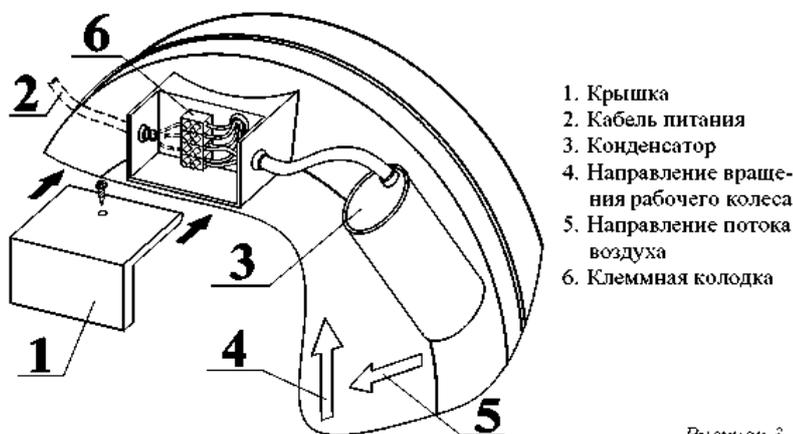

Рисунок 3
- и) кратковременным включением двигателя проверить соответствие направления вращения рабочего колеса направлению стрелки (рис.3, поз.4) на корпусе.
б) проверка надёжности крепления контактов в клеммной колодке(рис.3, поз.6);